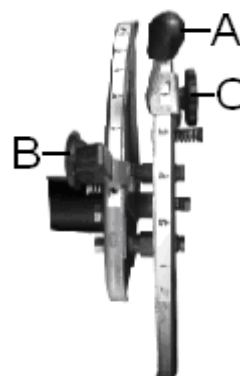

Fig. 61
Mueva la palanca a la posición (1) para bajar el implemento hasta el área de trabajo. El implemento comenzará a penetrar a medida que el tractor se desplaza hacia adelante. Cuanto más se mueva la palanca hacia abajo, más profundamente tenderá a penetrar (Fig. 61).